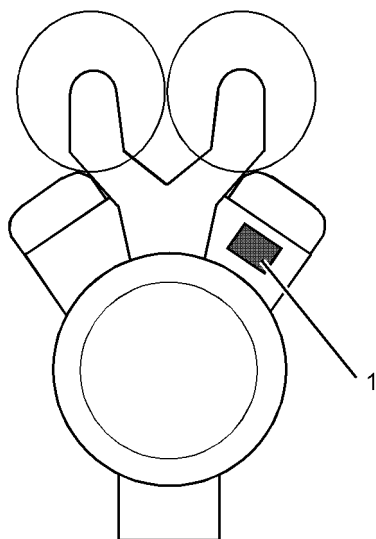

Ilustración 16
La placa del número de serie (1) en un motor en V se encuentra en la cara trasera del bloque de motor (bancada A). Vea la ilustración 16.